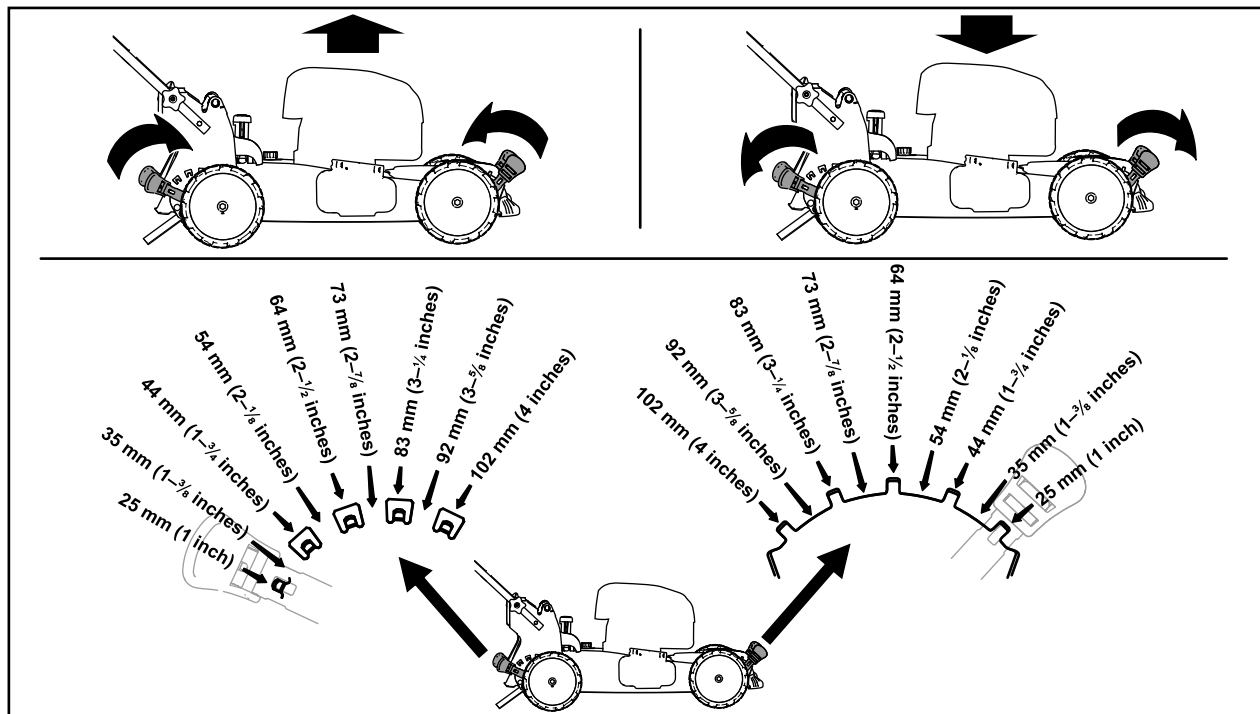

Rysunek 8
2. Otwórz pokrywę komory akumulatora (A na Rysunek 8).
3. Ustaw wycięcie w akumulatorze równo z wypustem na maszynie i wsuń akumulator do komory tak, aby zablokował się na swoim miejscu (B na Rysunek 8).
4. Zamknij pokrywę komory akumulatora (C na Rysunek 8).